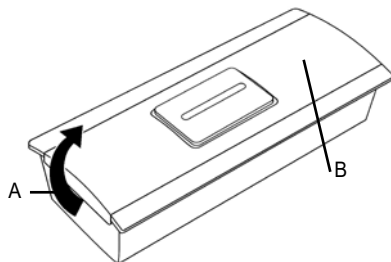

Figure 1 : Bouton d'appel
- Ôter d'abord le cache en plastique transparent en le soulevant par un côté (fig. 1 A). Utiliser pour cela un petit tournevis.
- c) Vous pouvez maintenant ouvrir la petite vis (fig. 1 B) avec un petit tournevis cruciforme et retirer la partie avant du bouton d'appel derrière lequel se trouve la platine avec la pile.